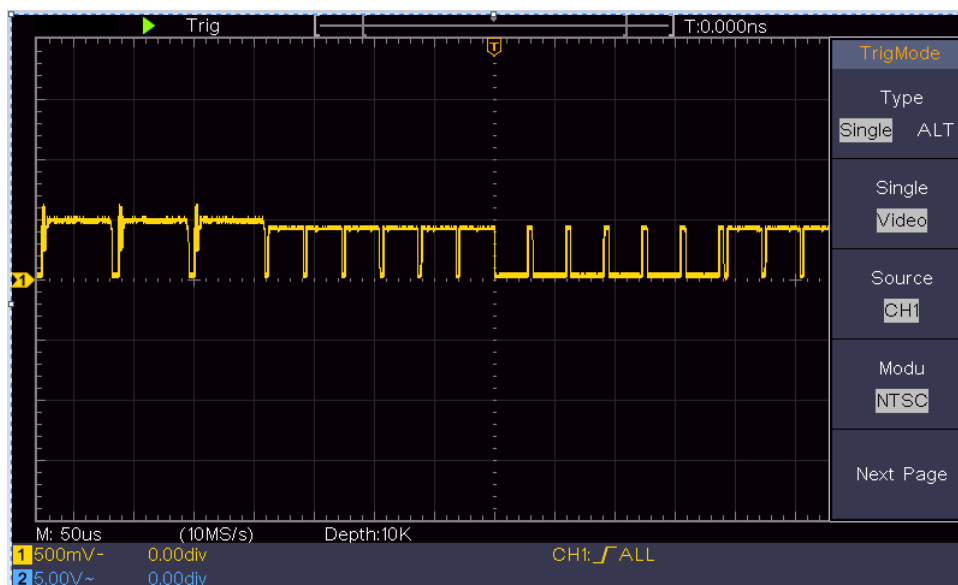

Figura 0-7 Forma de onda capturada desde el disparador de campo de vídeo
- (1) Pulse el botón de **menú de disparo** para mostrar el menú correcto.
- (2) En el menú de la derecha, seleccione **Tipo** como **único**.
- (3) En el menú de la derecha, seleccione **Individual** como **vídeo**.
- (4) En el menú de la derecha, seleccione **Fuente** como **CH1**.
- (5) En el menú de la derecha, seleccione **Modu** como **NTSC**.
- (6) En el menú de la derecha, pulse **Página siguiente**, seleccione **Sincronizar** como **campo**.
- (7) Gire los mandos de **Escala Vertical**, **Posición Vertical** y **Escala Horizontal** para obtener una visualización adecuada de la forma de onda (ver Figura 0-7).